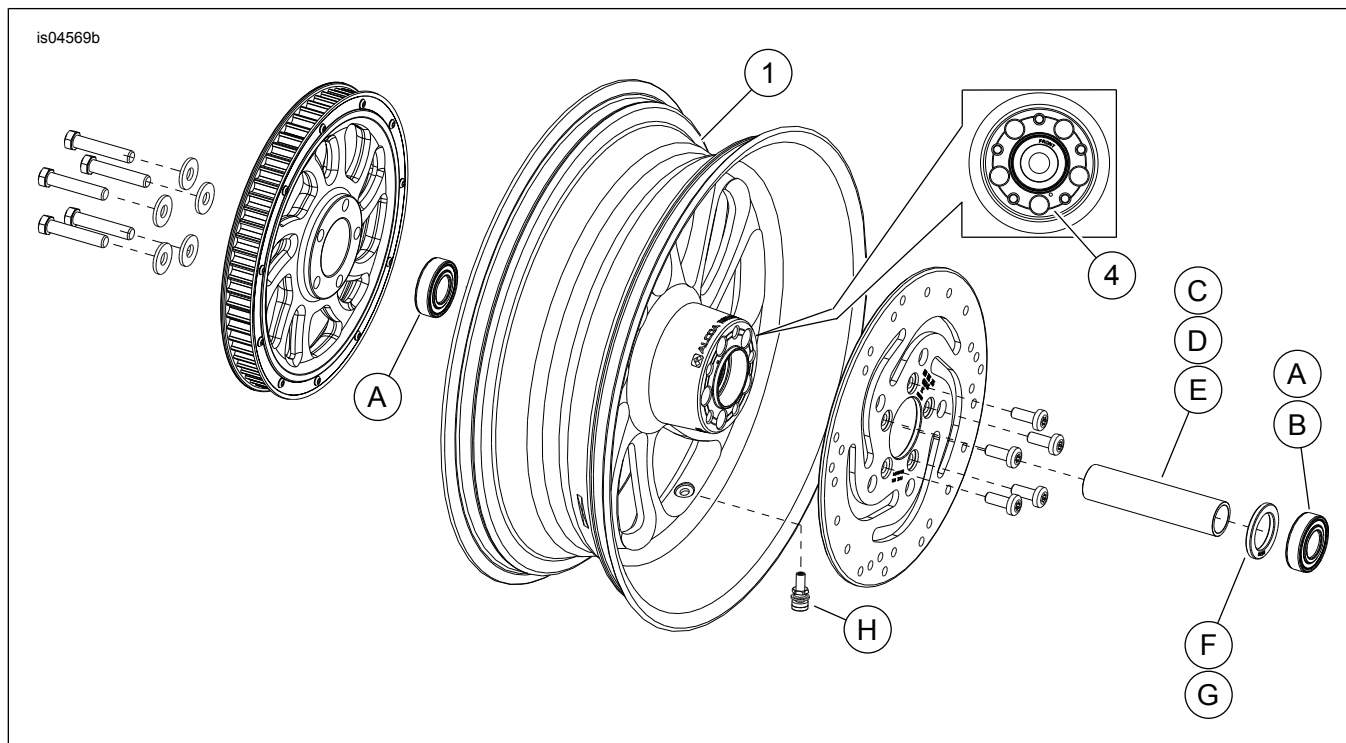

Figura 1. Peças de reposição: Rodas traseiras Blade (17 pol. mostrada)
Veja Figura 1 e Tabela 2
2. Veja Figura 1. Instale o conjunto da haste de válvula (H) na roda. Consulte o Manual de serviço.